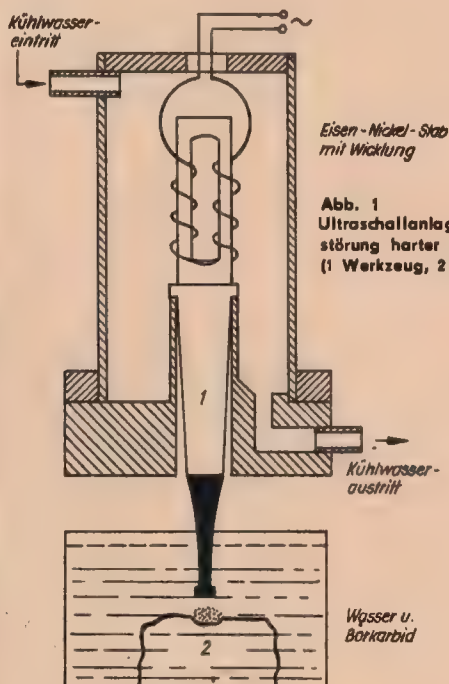

Abb. 1
steinszerstörung durch Ultraschall.1) Die Anwendung des Ultraschalls für industrielle Zwecke und in der Medizin ist seit langem bekannt. Im Jahre 1955 unternahmen sowjetische Wissenschaftler Versuche, um den Ultraschall zur Zerstörung sehr harter Gesteine im Bergbau auszunutzen (Abb. 1).
Die von den Wissenschaftlern verwendete Versuchsanordnung geht aus Abb. 1 hervor. Das eigentliche Werkzeug, der Schlagbolzen (1), befindet sich ebenso wie das zu zer-